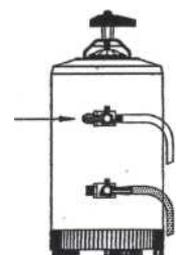

Рис.3
1. Вентили С и D установите в положение, указанное на рисунке 2. Откройте крышку смягчителя (G) и в соответствии с типом смягчителя насыпьте вовнутрь необходимое количество соли (см. таблицу). Перед обратной установкой корпуса очистите его от соли, а затем закройте емкость смягчителя.
2. Трубку F вставьте прямо в сифон. Вентиль С поверните влево (рис. 3), с чего начнется процесс регенерации. Оставьте протекать воду через смягчитель (приблизительно 40 мин.), пока на выходе вода еще соленая.